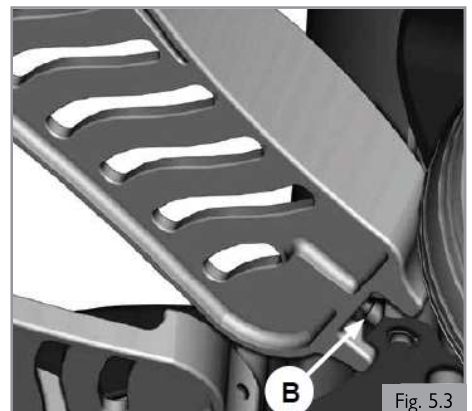

Fig. 5.3
1. Levante el reposapiés para poder llegar hasta el tornillo de ajuste del ángulo (B). (Fig. 5.3).